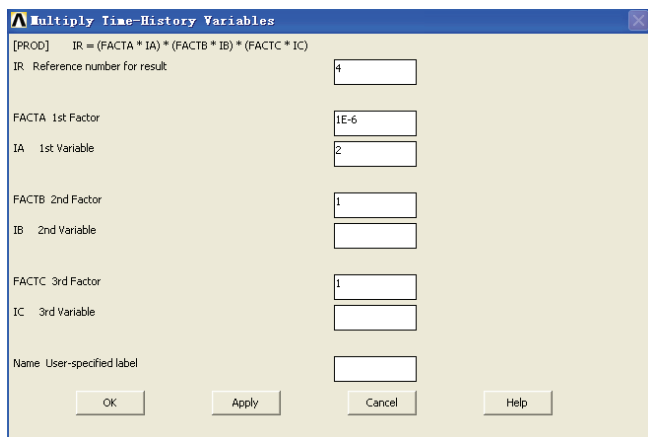

图 6-66 变量相乘操作对话框
30) 选择 Main Menu | TimeHist Postpro | Math Operations | Multiply 命令, 出现 Multiply Time-History Variables 对话框, 在 IR Reference number for result 输入栏中输入 4, 在 FACTA 1st Factor 输入栏中输入 1E-6, 在 IA 1st Variable 输入栏中输入 2, 如图 6-66 所示, 单击 Apply 按钮, 在 IR Reference number for result 输入栏中输入 5, 在 FACTA 1st Factor 输入栏中输入 6, 在 IA 1st Variable 输入栏中输入 1, 单击 OK 按钮关闭该对话框。